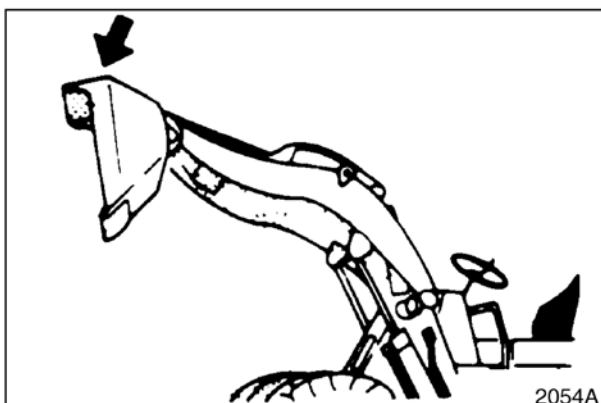
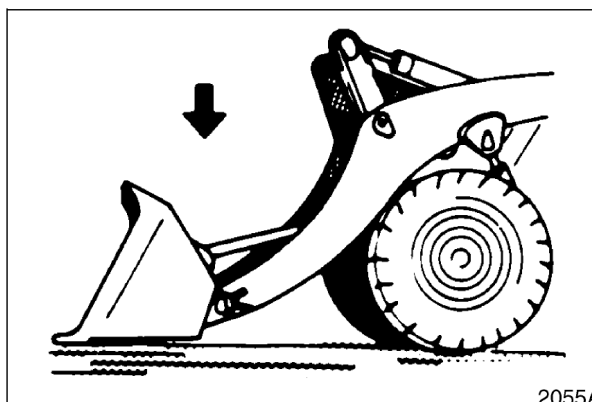

Рис. 83
Рис. 84
3. Не запуская двигателя, с помощью рычагов управления опорожнить ковш. См. рис. 83. Затем с помощью рычагов управления опустить стрелу. См. рис. 84. Это позволит слить масло из цилиндров стрелы и ковша.